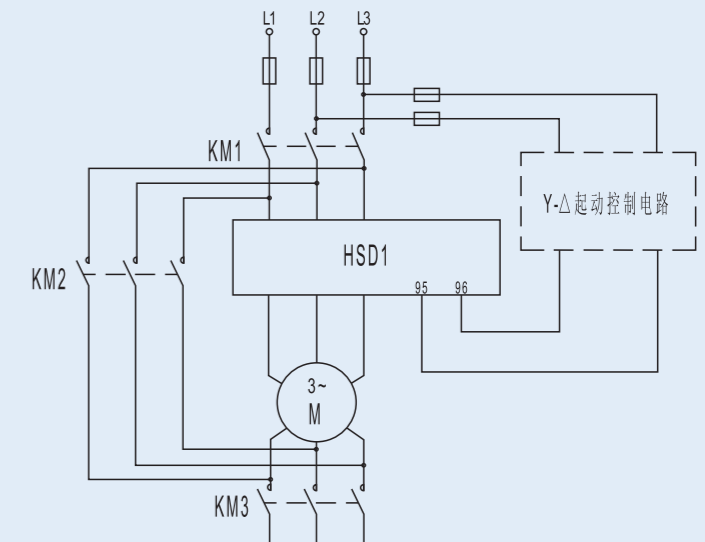

图3 电动机星三角起动线路
5.6 对采用Y-△起动的电动机,接线按图3,保护器整定电流值应取为电动机额定电流(线电流)值的 $1/\sqrt{3}$ ,因为保护器实际测量到的是△接法绕组内的相电流。